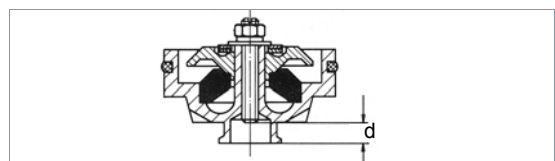

Abb. 4 Maß d (Gerät mit einer Gummifeder)
- Im Abstufungskolben durch entsprechendes Drehen des Gewindestiftes Maß d = C + 0,8 mm einstellen (siehe Abb. 4).